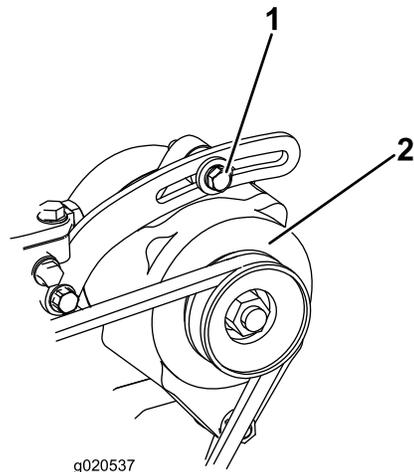

Figure 73
Vérifiez l'état et la tension de la courroie (Figure 73) toutes les 100 heures de fonctionnement.
2. Si vous n'obtenez pas une flèche de 10 mm ( $\frac{3}{8}$  po), desserrez les boulons de fixation de l'alternateur (Figure 73). Augmentez ou diminuez la tension de la courroie d'alternateur et resserrez les boulons. Contrôlez de nouveau la flèche de la courroie pour vérifier si la tension est correcte.